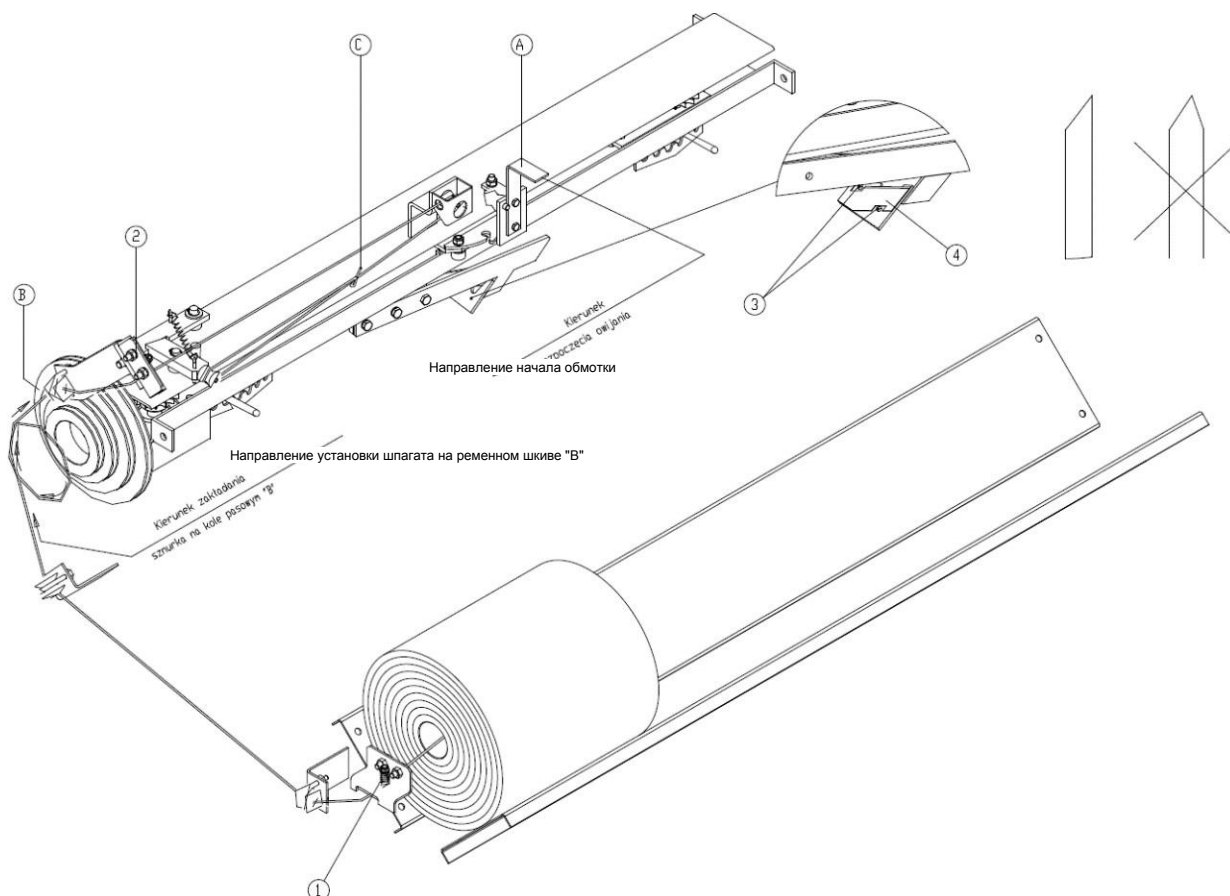

Рисунок 16. Траектория проведения шпагата
Катушку поместите в ящик для рулона сетки. Катушку уложите как показано на рис. 16 так, чтобы ось катушки была параллельно оси ящика. Начиная работу, поместите 2 катушки, привязывая начало шпагата второго барабана (внутри барабана) к концу шпагата первого (внешний слой). Начало шпагата направить по направлению к шкиву В и провести так, как показано на рисунке 16. Установив правильную траекторию, сделайте петлю длиной 10-15 см. Шпагат завязать при соединении барабанов, при замене шпагата или его разрыве. Затяните натяжение струны (1) и (2)